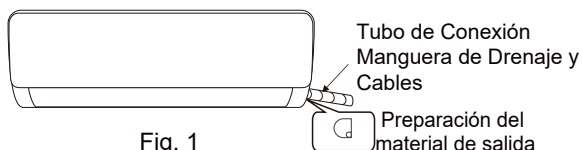
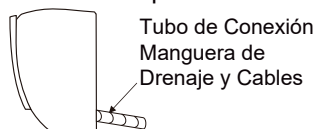

Fig. 1
Fig. 2
1. Dependiendo de la posición de la unidad, la tubería puede discurrir lateralmente desde la izquierda o la derecha (Fig. 1), o verticalmente desde la parte posterior (Fig. 2) (dependiendo de la longitud de la tubería de la unidad interior). En el caso de un recorrido lateral, corte el material de corte de salida del lado opuesto.